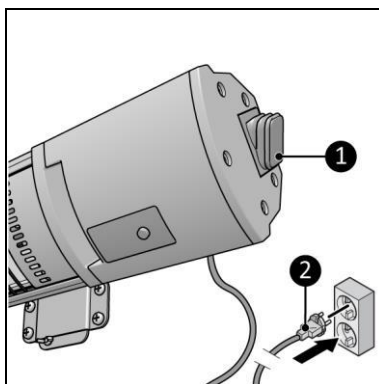
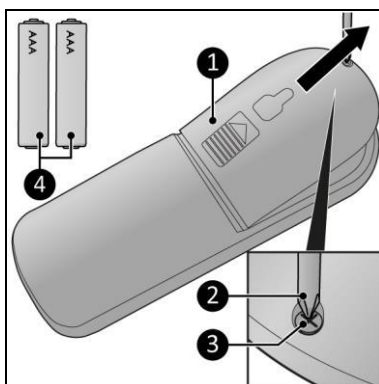

Figura 12
Figura 13
2. Asigurați-vă că comutatorul ON/OFF (PORNIT/OPRIT) se află în poziția OFF (Oprit) (Figura 12, poz. 1).
3. Introduceți ștecherul (Figura 12, poz. 2) într-o priză cu împământare, care este ușor accesibilă. Utilizați o priză de perete cu împământare, cu o putere minimă de 2500 Watt.
1. Scoateți șurubul (Figura 13, poz. 3) cu o șurubelniță Phillips (Figura 12, poz. 2).
2. Scoateți capacul (Figura 13, poz. 1).
4. Introduceți două baterii (AAA 1,5 V) (Figura 13, poz. 4) așa cum este indicat în interiorul compartimentului bateriei. Asigurați-vă că poziționați corect bateriile.
1. Asigurați-vă că comutatorul ON/OFF (PORNIT/OPRIT) se află în poziția OFF (Oprit) (Figura 12, poz. 1).
2. Deconectați ștecherul de la priză (Figura 12, poz. 2).
5. Scoateți bateriile (Figura 13, poz. 2) din telecomandă.